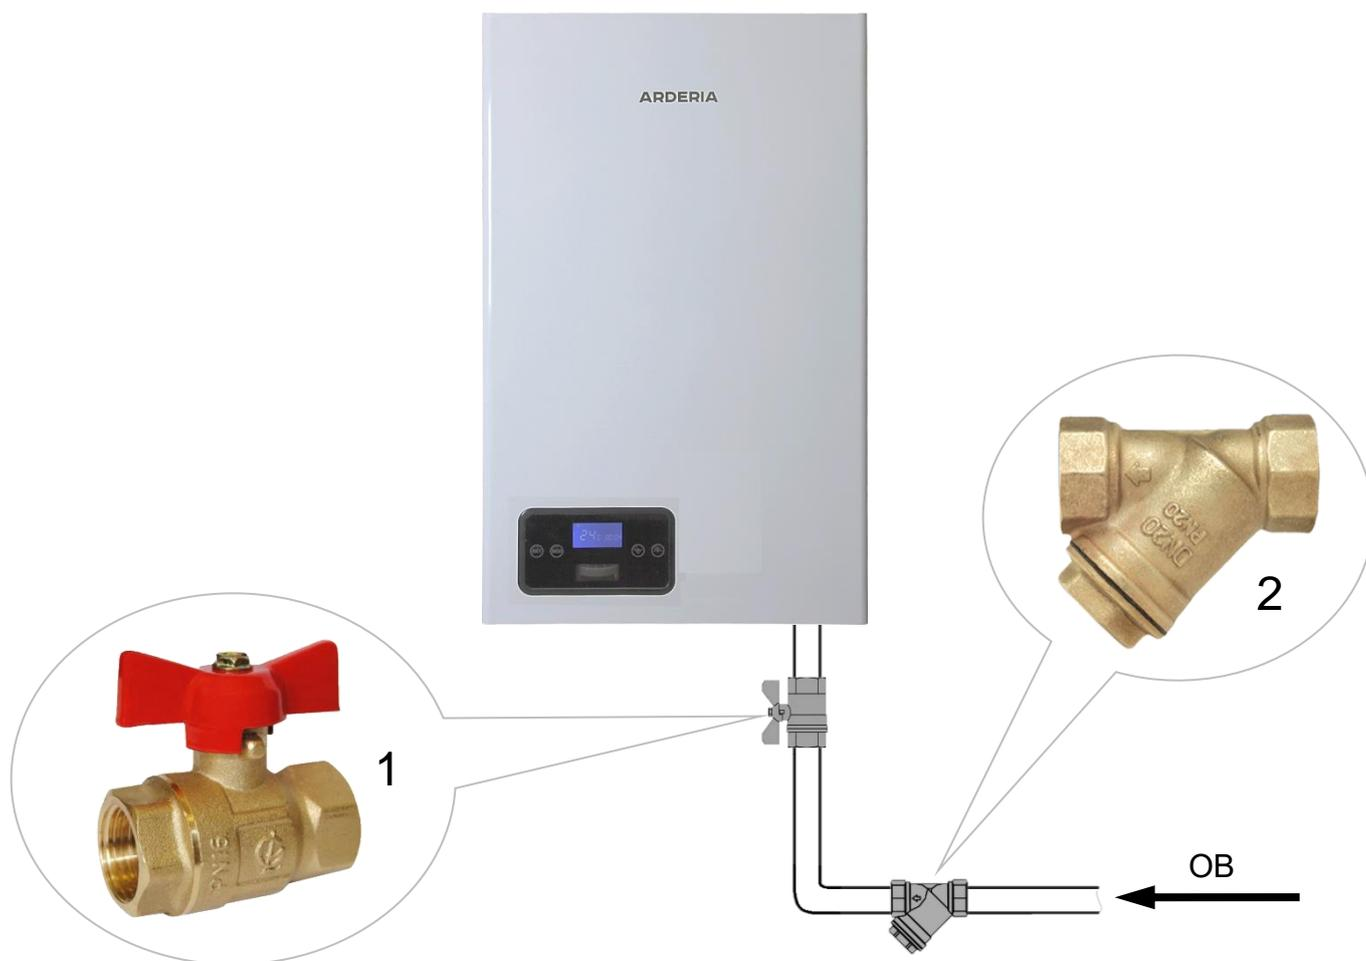

Рис. 16 Монтаж труб системы отопления
- Для осуществления ТО электрочотла, **рекомендуется** перед присоединительными патрубками котла установить (смонтировать) запорные краны, которые **должны** быть расположены так, чтобы их поворотные ручки были доступны (См. Рис. 16).
- **Настоятельно рекомендуется** на обратном трубопроводе СО, на входе ОВ в электродкотёл установить косою сетчатый фильтр для очистки ОВ от нежелательных примесей и отложений (См. Рис. 16). Рекомендуется устанавливать фильтр с сеткой (фильтрующим элементом), у которой размеры ячеек 300-500 микрон.